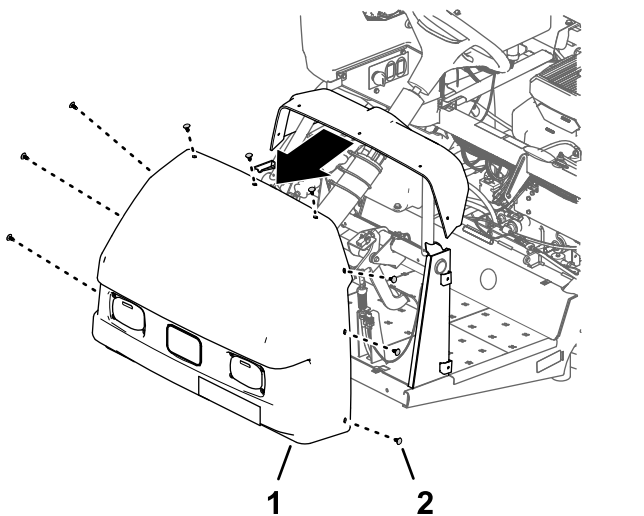

Figura 20
2. Retire las 9 grapas que sujetan el capó al salpicadero y al bastidor de la máquina (Figura 20).
3. Retire el capó de la máquina (Figura 20).